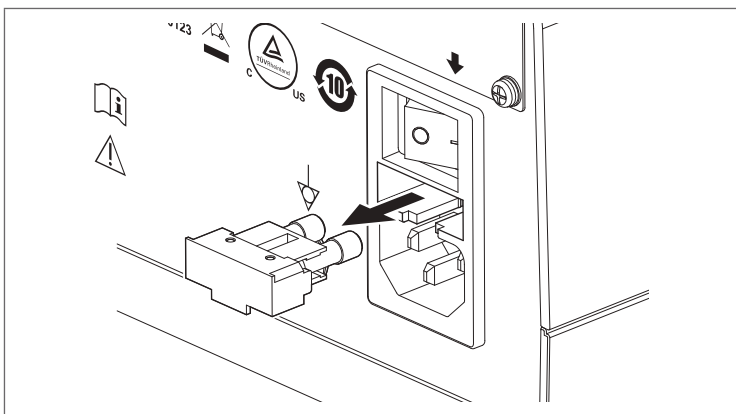

Figura 6.2
4. Trageți încet cutia cu siguranțe (Figura 6.2).